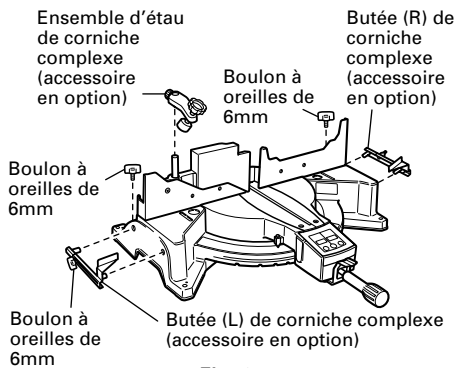

Fig. 34-a
- (1) Les butées (L) et (R) de corniche complexe permettent des coupes plus faciles de corniches complexes sans inclinaison de la lame de scie. Les installer sur la base, de chaque côté, comme le montre la Fig. 34-a. Après les avoir introduits, serrer les boutons de boulonnage de 6mm sur les butées de corniche complexe.